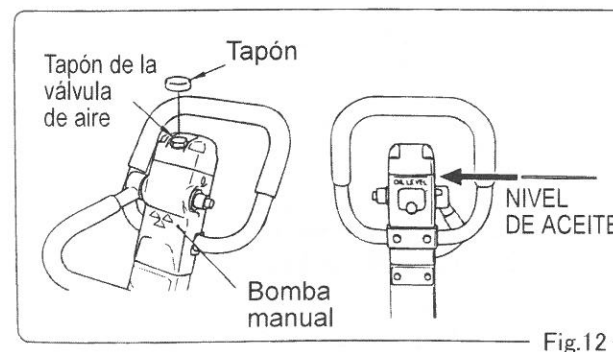

Fig.12
7. Comprobación del aceite hidráulico (Fig.12)